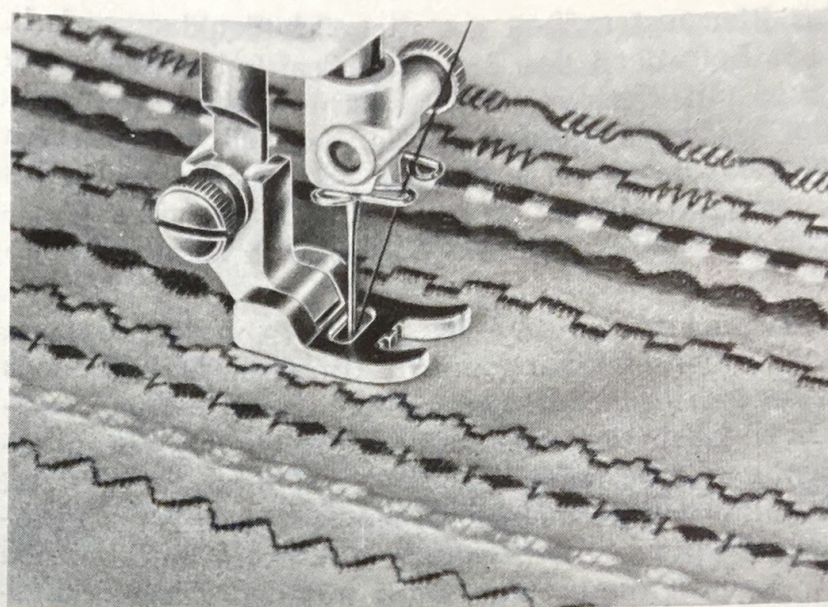

Abb. 45
a) **Der Ziernahtfuß** (Abb. 45)
Der Ziernahtfuß findet Verwendung für Nähte, die einer gestickten Linie (Raupe) gleichen (Abb. 45).